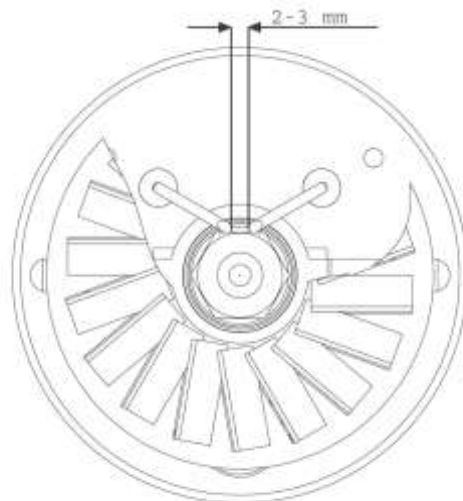

Рис. 2
- Демонтировать горелку, чистить все ее составные части, а также электроды, проверять и регулировать величину зазора между ними согласно рис. 2.